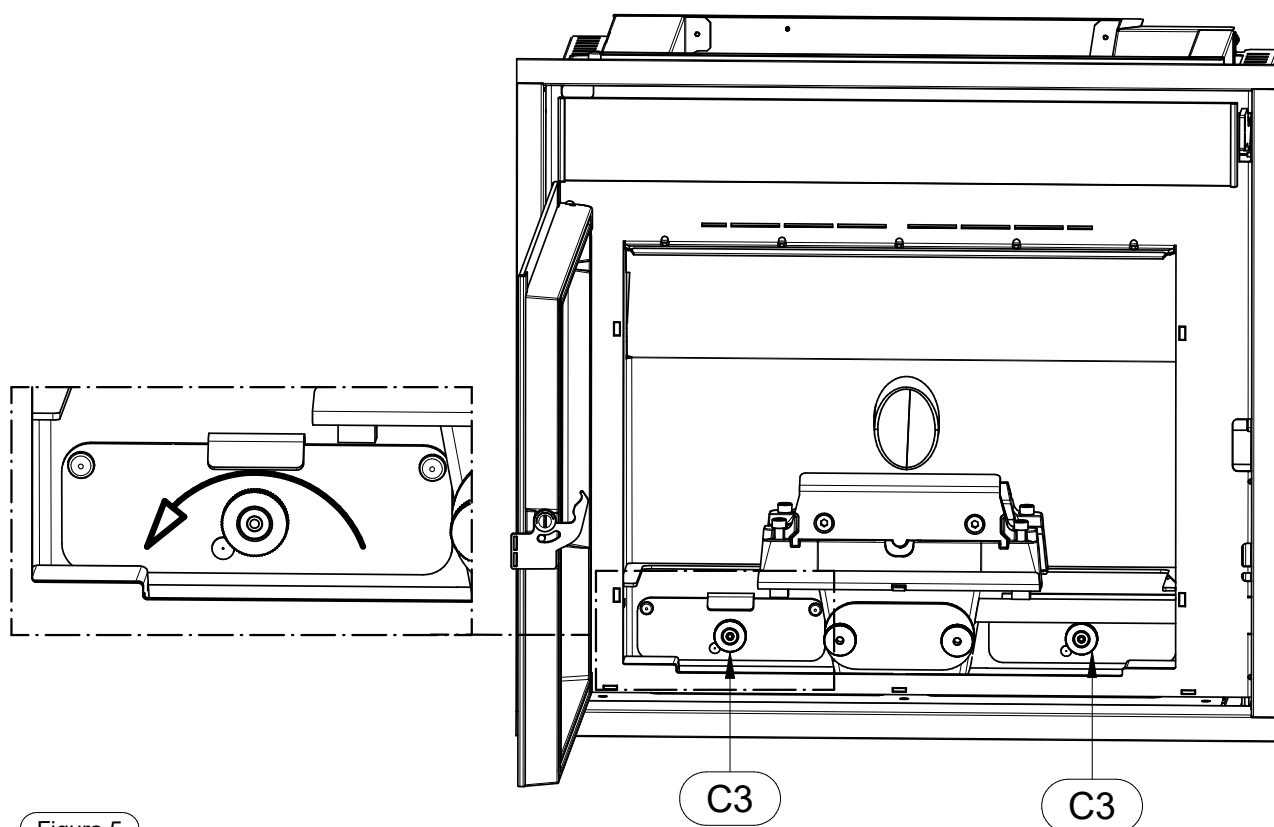
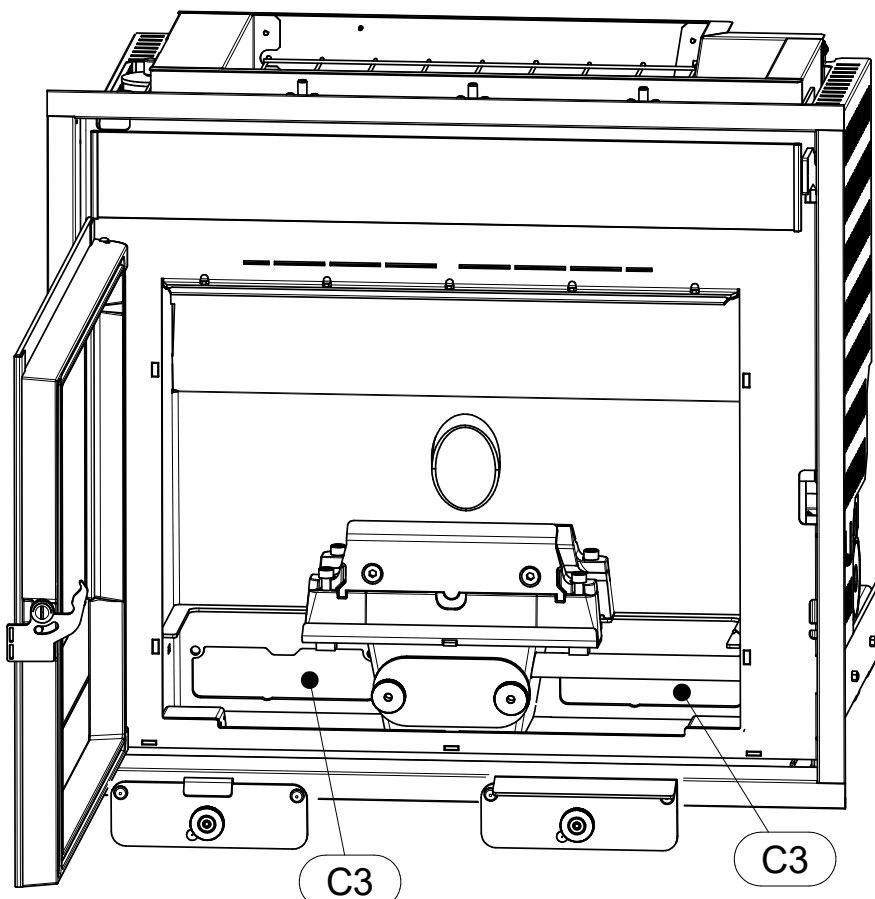

Figura 5
Figura 6
- Aspirare accuratamente i vani ispezione **C3** (Figura 5 e Figura 6), alla chiusura verificare che nulla ne impedisca la corretta chiusura.